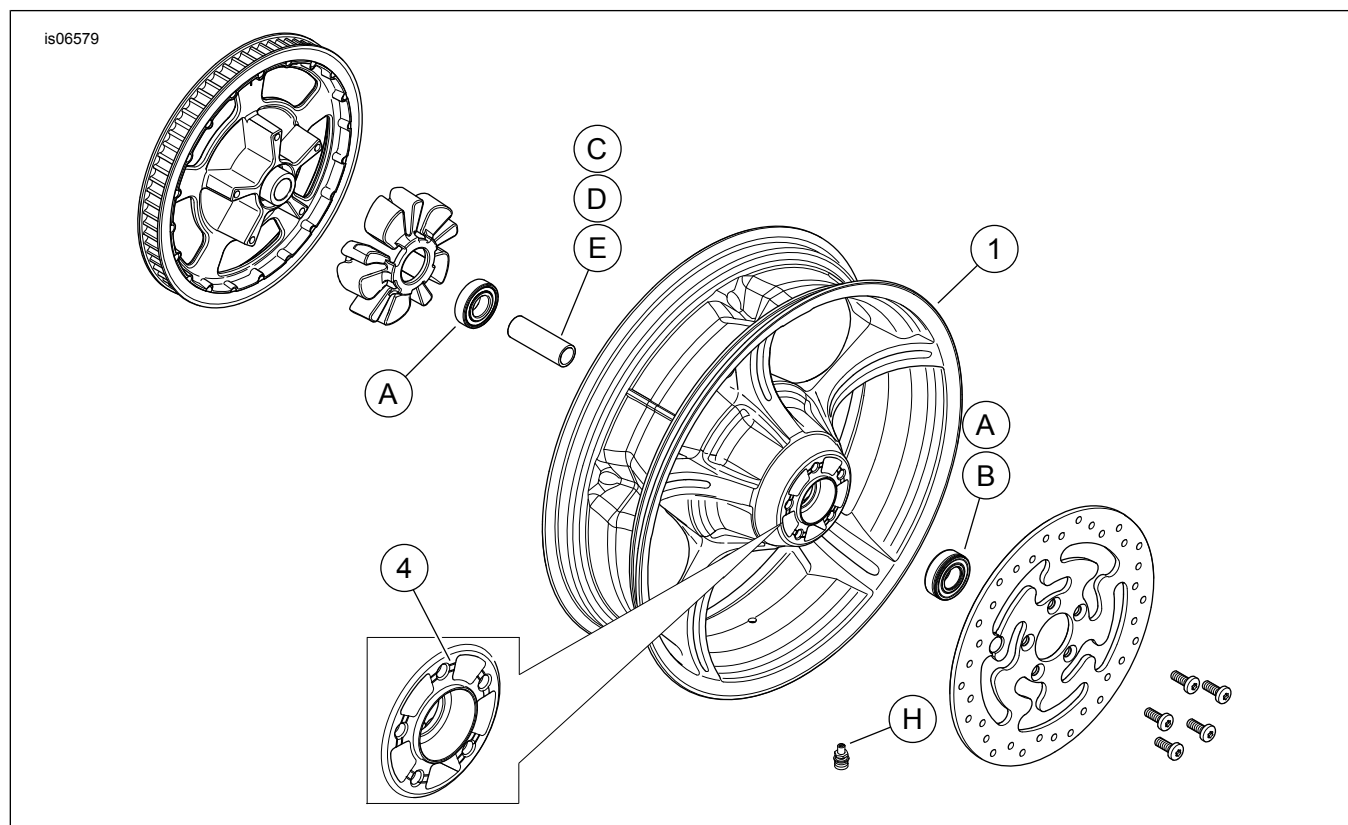

Figura 1. Peças de reposição: Rodas traseiras Anarchy
Estes kits incluem somente a roda personalizada. Veja a Figura 1 e a Tabela 2.
2. Veja a Figura 1. Instale o conjunto da haste da válvula (H) na roda. Consulte a seção PNEUS no Manual de serviço.